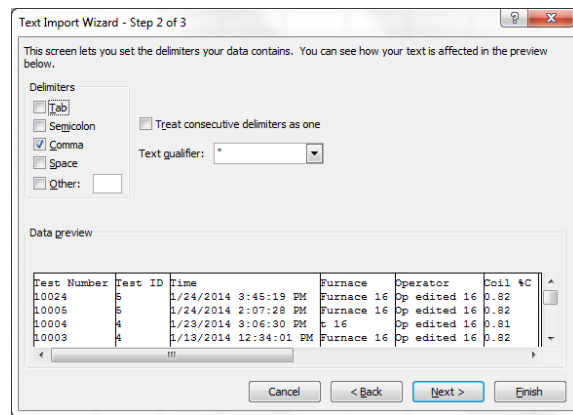

Figura 47 - Importar un archivo CSV en Microsoft Excel (Paso 2 de 3)
4. Establezca el tipo de Delimitador como "Coma" (Figura 47). Haga clic en **Siguiente**.